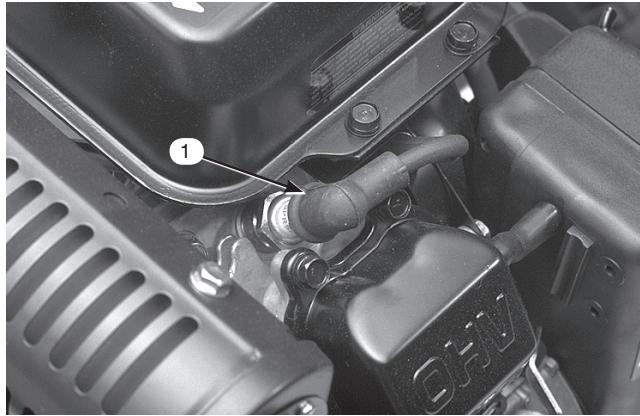

図31
2. プラグの周囲を清掃し、シリンダ・ヘッドからプラグを外す(図31)。